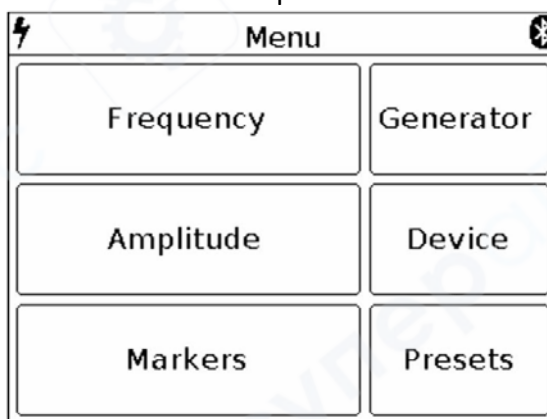

Рисунок 4 – Главное меню
1. Для установки частотного диапазона войдите в главное меню прибора (Рисунок 4) нажатием кнопки [MENU]. Выберите подраздел [Frequency] (Частота). На экране появится меню, как показано на рисунке 5.
1. Для установки амплитудных параметров анализируемых сигналов войдите в главное меню устройства (Рисунок 4) нажатием кнопки [MENU]. Выберите подраздел [Amplitude] (Амплитуда). На экране появится меню, как показано на Рисунке 7.
1. Для входа в меню настройки маркеров и пиков войдите в главное меню устройства (Рисунок 4) нажатием кнопки [MENU]. Выберите подраздел [Markers] (Маркеры). На экране прибора появится меню, как показано на Рисунке 8.
1. Для установки значений частоты и выходной мощности встроенного генератора войдите в главное меню устройства (Рисунок 4) нажатием кнопки [MENU]. Выберите подраздел [Generator] (Генератор), на экране появится меню, как показано на Рисунке 11.